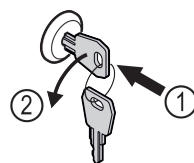

Fig. 207
- ▶ Sæt nøglen i. Fig. 207 (1)
- ▶ Drej nøglen 90° mod uret. Fig. 207 (2)